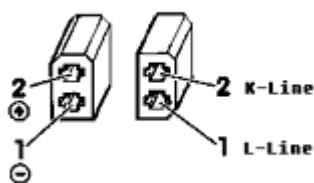

Рис. 1. Диагностический разъем, используемый в автомобилях VAG до 1994 г.
На автомобилях VW, Audi, Skoda, Seat до 1993-1994 г.в. для подключения диагностического оборудования использовались 2-а двухконтактных разъема (Рис. 1). Разъемы диагностики этого типа располагаются либо в блоке предохранителей в моторном отсеке, либо в салоне автомобиля рядом с ручным тормозом под пластмассовой накладкой.
- для автомобилей, оснащенных 2-мя двухконтактными разъемами диагностики, проверьте наличие контакта K-Line (некоторые автомобили группы VAG 1989...1993 годов выпуска могут быть оснащены электронными системами, не поддерживающими цифровой интерфейс передачи диагностических данных. У них отсутствует в разьеме диагностики контакт K-Line, см. Рис.1);